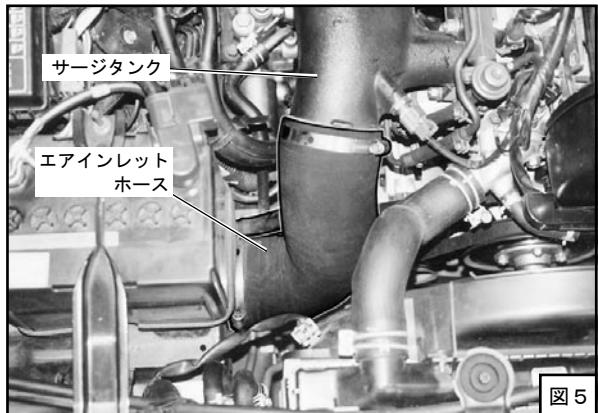

図 5
(8) ホースバンドを緩めてエアインレットホースを取り外してください。(図 5)